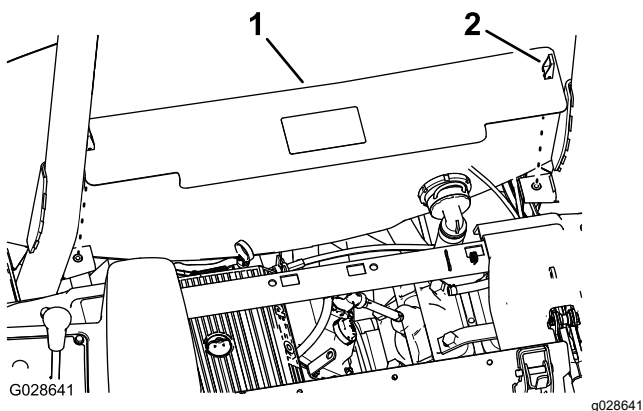

Figura 13
2. Eliberați cei 2 clipeți care fixează apărătoarea în spatele scaunului de asiu și îndepărtați apărătoarea de pe mână (Figura 13).